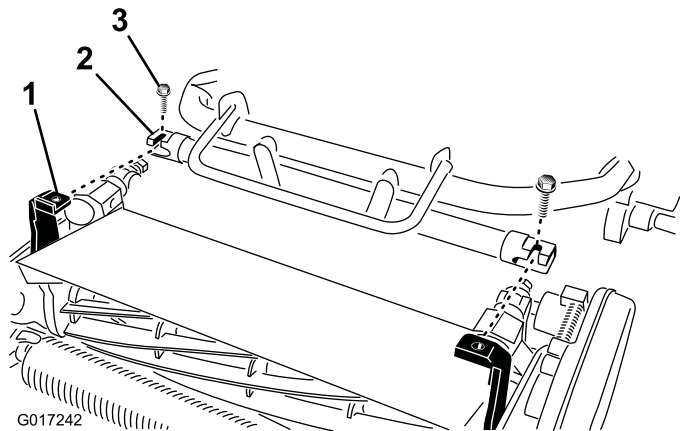

図 8
4. マシンのフレームを前進させて、カッティングユニットのピボットアームに接続する図8。
5. マシンのフレームをカッティングユニットのピボットアームに固定するボルト  $\frac{3}{8}$  x  $\frac{3}{4}$ " 2 本を使用する図8。